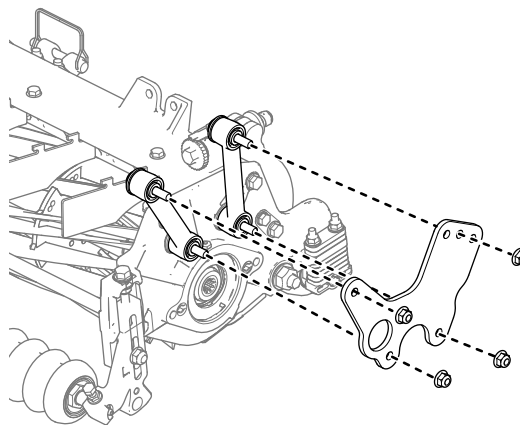

Figure 22
2. Enfilez la plaque fixe sur les boulons et fixez-la en place avec les écrous retirés précédemment (Figure 22).